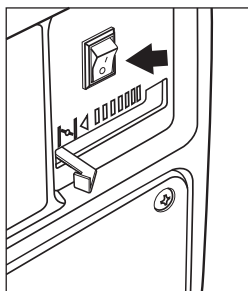

рис. 10
В аварийной ситуации для остановки двигателя генератора переведите выключатель зажигания в положение «ВЫКЛ» (рис. 10).
4. Установите выключатель в положение «ВЫКЛ» (рис. 10).
1. Отключите генератор согласно руководству по эксплуатации (рис. 10).